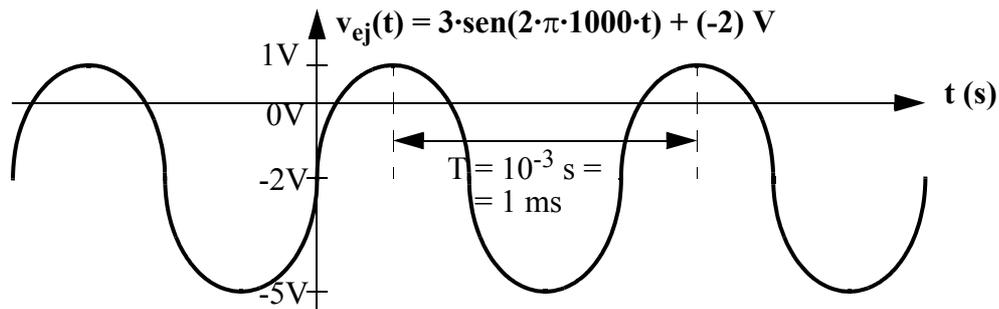

Figura 4: Representación matemática y gráfica de una señal senoidal
Como **ejemplo de señal periódica**, sea $v_{ej}(t)$ una señal senoidal de 1KHz de frecuencia, con -2 V de *dc offset* y una amplitud de 3 V. Su representación se ofrece en la Figura 4. Algunos aspectos de la representación de señales debe ser destacado:
- Una señal tiene muchas representaciones. En la Figura 4 se ha representado de forma matemática y de forma gráfica.
- A veces el origen de tiempos es un problema: ¿cuándo empieza la representación?, ¿dónde está el valor inicial de tiempos, $t = 0$? Una señal estacionaria se comporta de la misma forma *desde un tiempo indeterminado muy grande (infinito)*. No importa cómo se empiece a representar, sino que se representarán unos cuantos periodos (3 o 4). El resto del tiempo evolucionará igual. En cuanto al origen del tiempo, en la expresión matemática de $v_{ej}(t)$ se sustituye $t = 0$ y se obtiene que $v_{ej}(t = 0) = -2\text{ V}$. En la representación gráfica de la Figura 4 se ha soslayado el problema al no dibujar la escala de t con valores absolutos, sino sólo un intervalo del periodo T. Esta técnica es adecuada. También podría calcularse el valor $v_{ej}(0) = -2\text{ V}$ y situar el eje $t=0$ donde la curva senoidal² cruza ascendiendo el valor -2V (así está dibujada en la Figura 4).